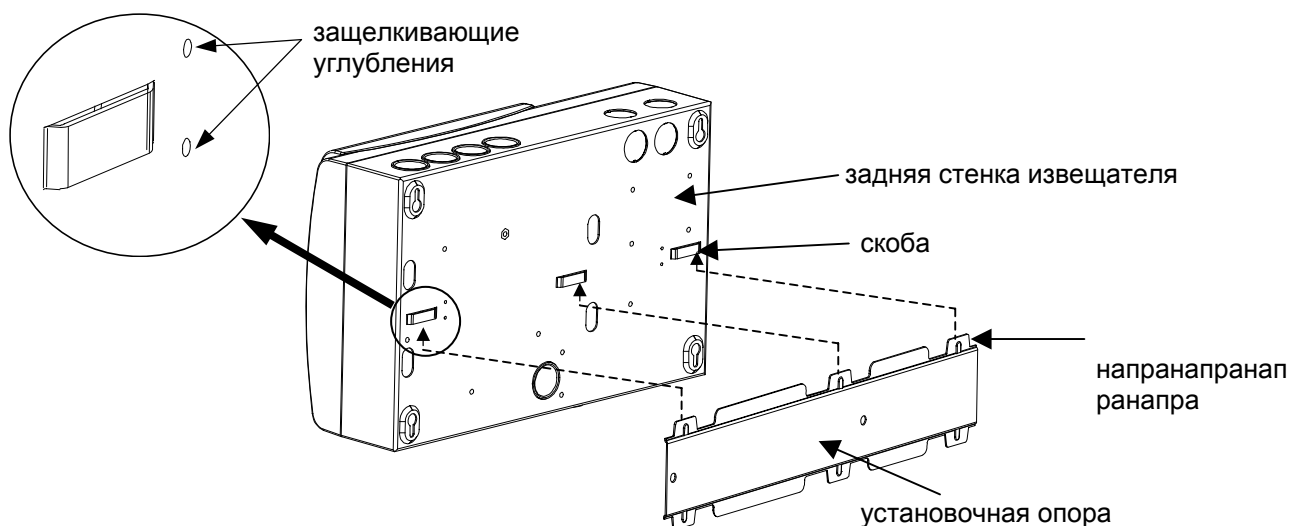

Рис. 8 Установка извещателя на монтажной опоре
- б) совместите скобы, расположенные на задней стенке извещателя, с направляющими на опоре. См. Рис. 8.